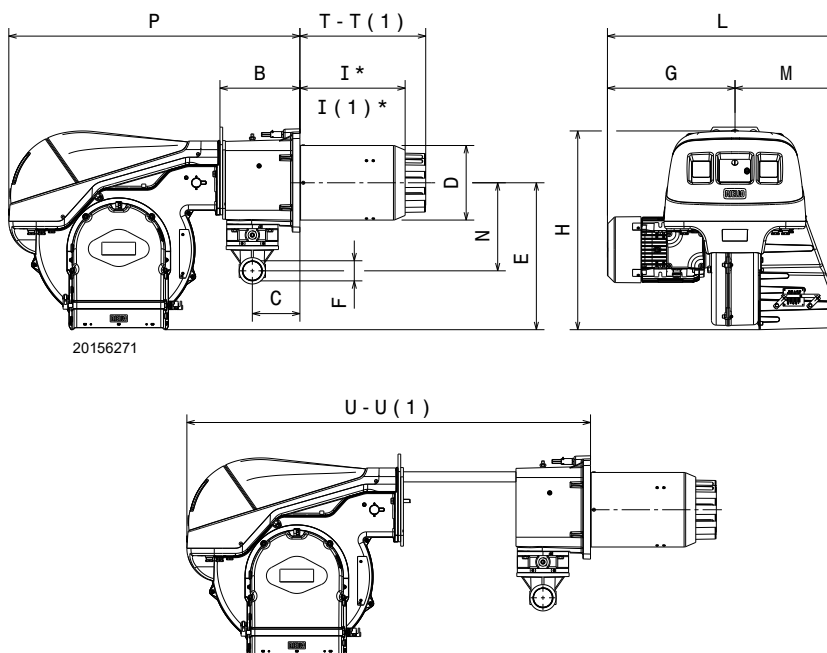

Рис. 1
Габаритные размеры горелки приведены на Рис. 1.
* Максимальную толщину дверцы котла указывает значение «l». (Рис. 1 на стр. 9).